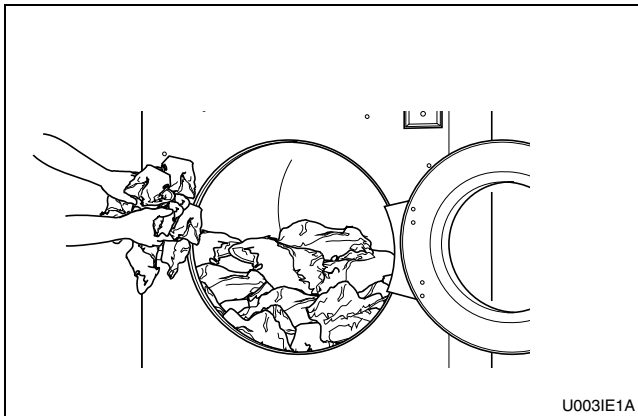

Figure 10
3. Charger à pleine capacité autant que possible. NE PAS SURCHARGER. Se reporter à la *Figure 10*.